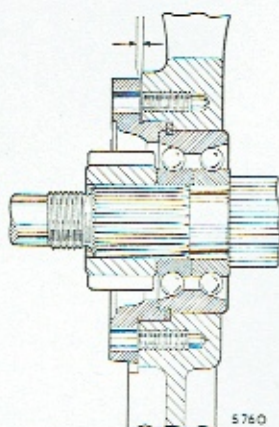

Fig. F.5
- 30) Monter hovedakslens lejeholder uden mellemlæg, spænd boltene let til og mål gabet, se fig. F.5. Monter de nødvendige mellemlæg (se skemaet), idet det påses, at de monteres under bundakslens og bakgearakslens låseplade; endelig spændes boltene, og låseskiverne låses.